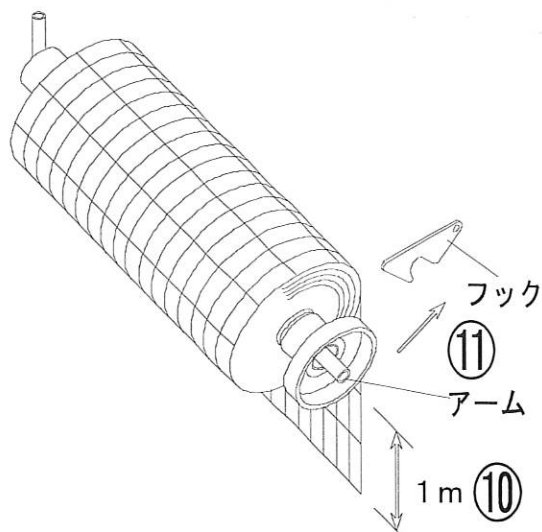

図 2 (1mネットセット図)
7. ネットを図2のように1 m程度引き出す⑩。
8. アームを戻し⑪、フックで固定する。